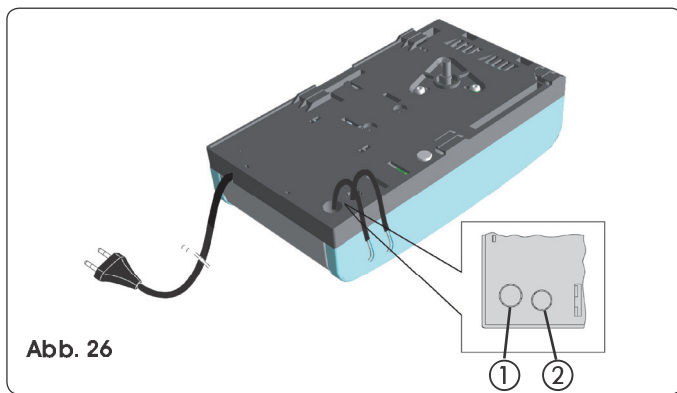

Abb. 26
- Für den Anschluss der externen Bedienelemente, der Sicherheitseinrichtungen und der Signalvorrichtungen sind die vorgearbeiteten Stellen zu durchbrechen (Abb. 26 Bez. ①).
- Für den Anschluss der Sicherheitsleiste (siehe Abschnitt 18.3.) die vorgearbeitete Stelle durchbrechen (Abb. 26 Bez. ②).